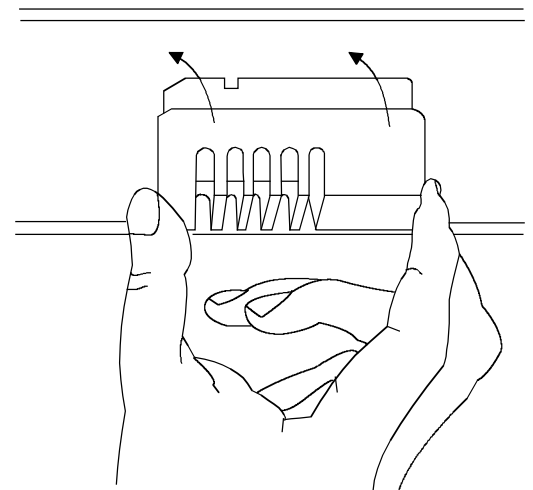

рис.4
4. Закройте крышку датчика (см. рис. 4).